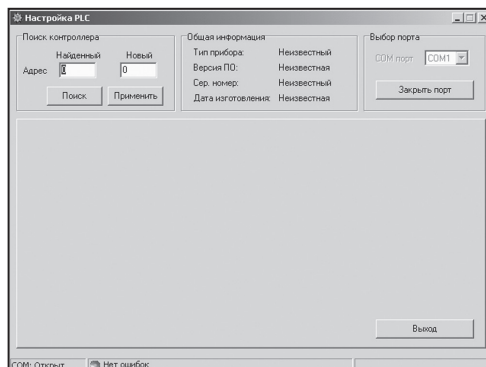

Рисунок 3. Первоначальный экран программы plc\_cfg
7.2 После запуска этой программы появляется первоначальный экран рисунок 3.